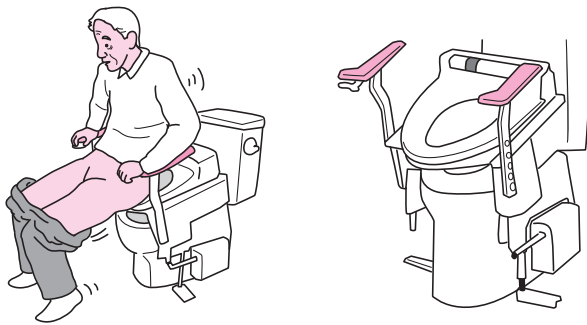

図 6-11 昇降機能付き便座：便座が斜めに上がると前に滑りそうになることがある
- 便座が斜め上に動く機種は立ち上がり時の重心移動がうまく行えない人に選定する場合がありますが、斜めの座面から滑り落ちそうになる感覚から恐怖心を抱く人がいます。(図 6-11)